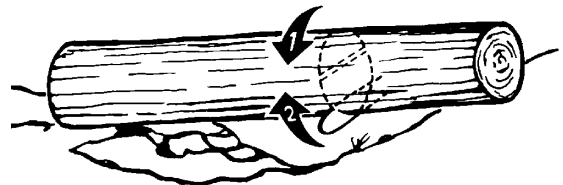

Fig. 15
3. Tronçonnage d'un tronc supporté aux deux extrémités: Effectuer d'abord une coupe par dessus sur du diamètre de façon à éviter l'éclatement du bois. Ensuite, effectuer une coupe par dessous (sous-coupe) pour joindre la première coupe et éviter tout coinçage (Fig. 15).